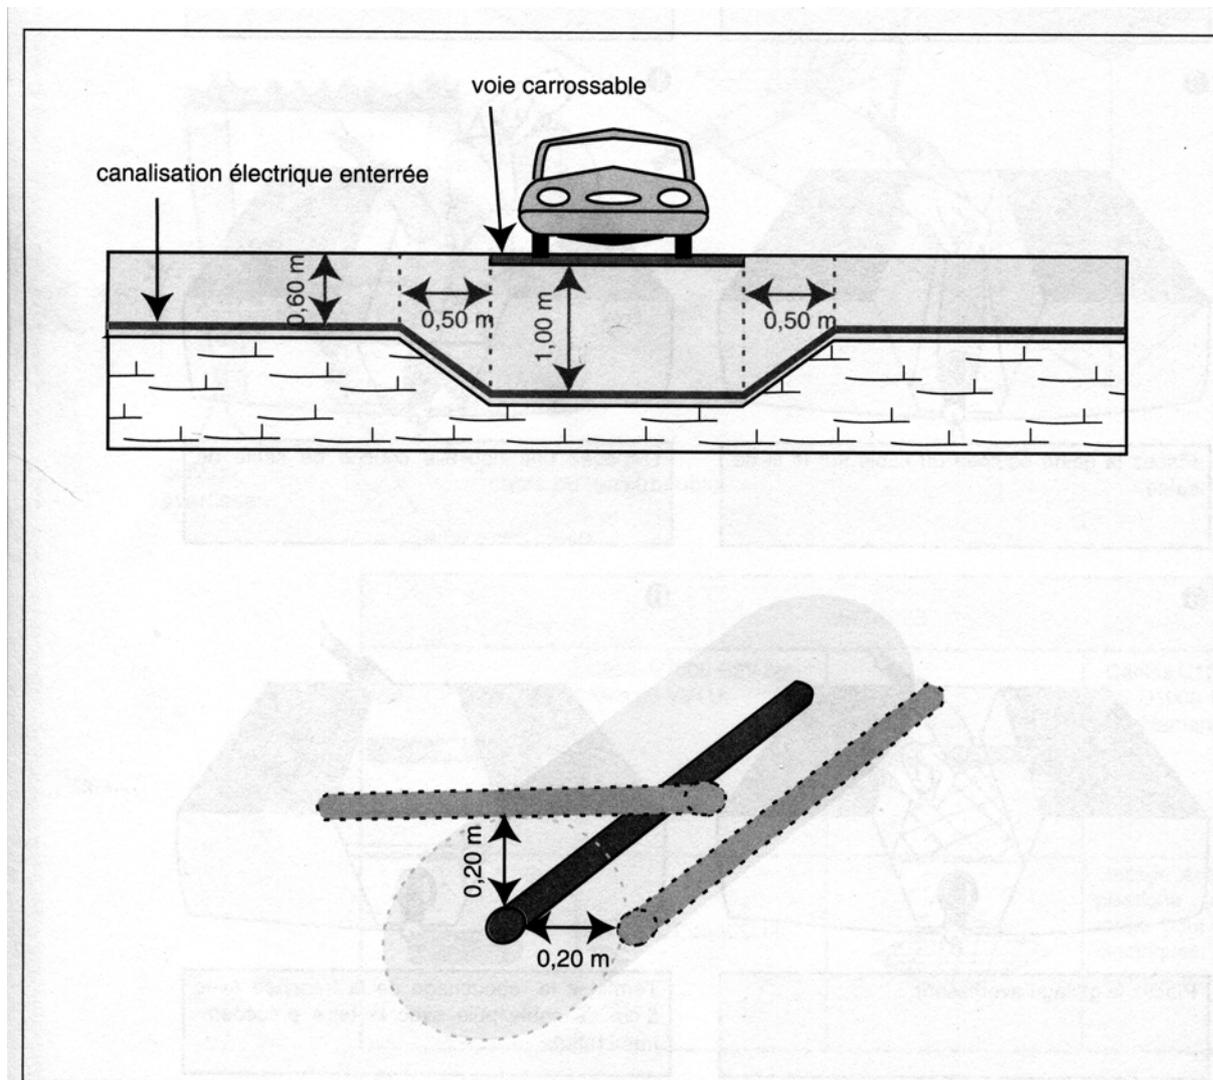

Figure 7.15 - Conditions d'enfouissement
- Lors du croisement avec une voie carrossable, la profondeur d'enfouissement doit être de 1 m avec descente et remontée de chaque côté sur une distance de 0.50 m (voir figure 7.15)
- Tout croisement ou cheminement le long d'une autre canalisation non électrique doit être effectué à une distance minimale de 0.20 m (voir figure 7.15)